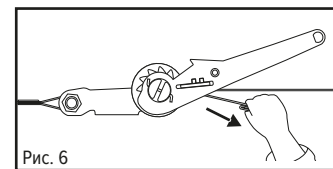

Рис. 6
- Натяните рабочую ленту (рис. 6).